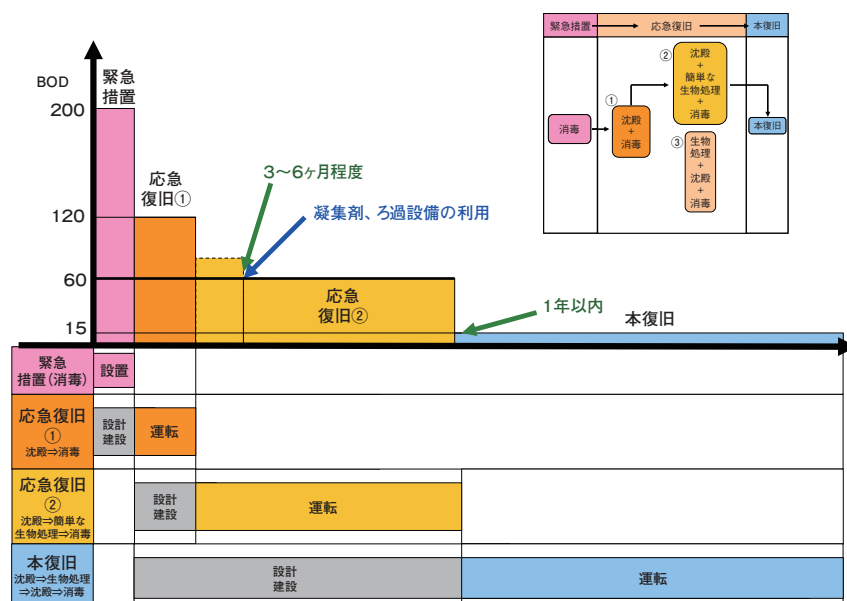

図5 ①→②→本復旧
①：①沈殿+消毒→②沈殿+簡単な生物処理+消毒→本復旧(図5)